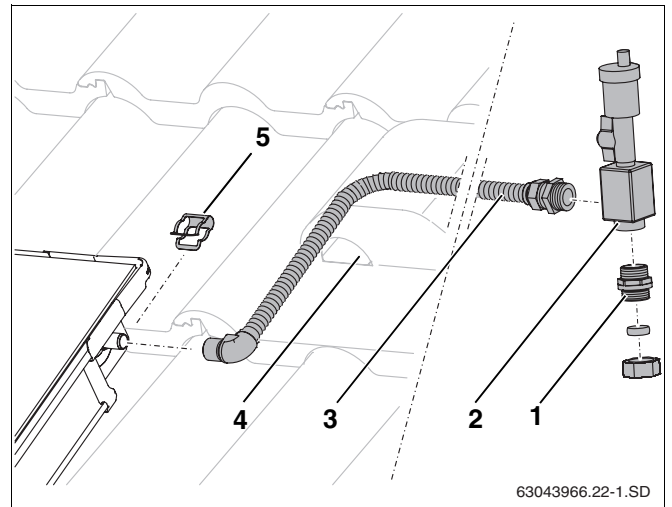

Fig. 56 Instalar o dispositivo de purga por baixo do telhado
- ▶ Aplicar o tubo de ligação (fig. 56, **item 3**) sobre a ligação de avanço do campo de colectores e fixar com grampo (fig. 56, **item 5**).
- ▶ Passar o tubo de ligação juntamente com o cabo do sensor pela câmara de purga (fig. 56, **item 4**) e pelo isolamento do telhado.
- ▶ Aparafusar o tubo de ligação (fig. 56, **item 3**) e o casquilho duplo (fig. 56, **item 1**) à câmara de ar (vedante de O-Ring).
- ▶ Ligar a tubagem colectora ao casquilho duplo com união roscada de anel de aperto (fig. 56, **item 1**).